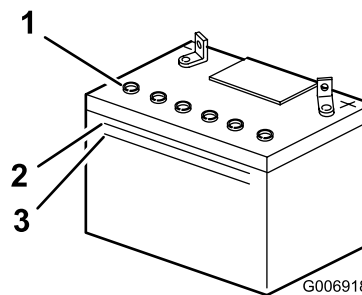

Figura 28
2. Guardate il fianco della batteria. L'elettrolito deve raggiungere la linea superiore (Figura 28).
Nota: Non lasciate scendere l'elettrolito sotto la linea inferiore (Figura 28).
3. Togliete i tappi di spurgo dalla batteria (Figura 28).
5. Attendete cinque o dieci minuti dopo avere riempito gli elementi della batteria. All'occorrenza, aggiungete dell'acqua distillata finché l'elettrolito non raggiunge la linea superiore (Figura 28) sulla cassetta della batteria.